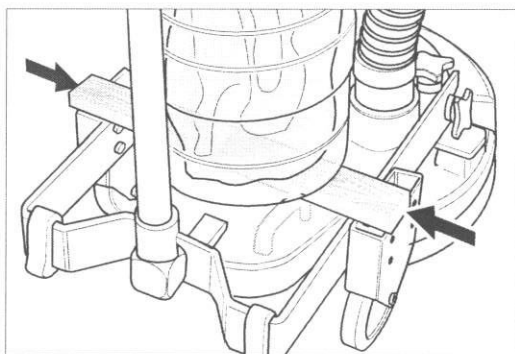

Fig. 26 Placez une baguette entre le réservoir de sac à poussière et le châssis.
- 5 Placez une réglette d'env. 22 mm d'épaisseur (p. ex. lame de parquet) entre le réservoir de sac à poussière fermé et le châssis. Le réservoir du sac à poussière ne peut ainsi pas tomber vers le bas lors du démontage ultérieur du recouvrement supérieur du boîtier du filtre (fig. 26).